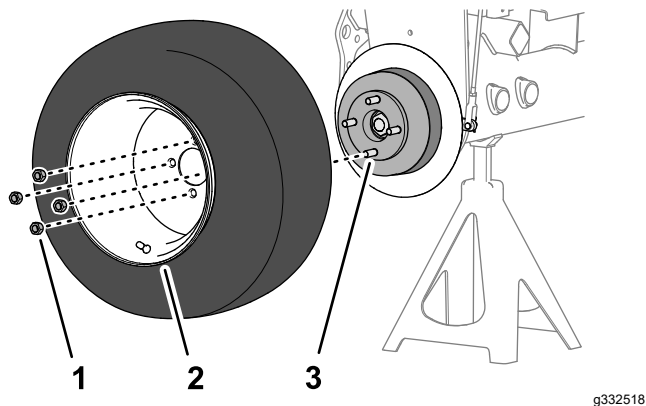

Figura 88
1. Monte la rueda en el cubo con las 4 tuercas de rueda (Figura 88), y apriete las tuercas a mano.